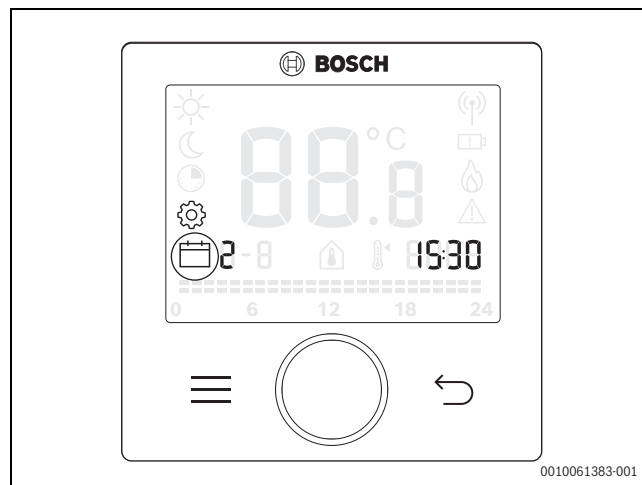

Рис. 104
- ▶ Продолжайте нажимать кнопку "menu" до тех пор, пока на дисплее не появится следующая индикация →рис. 104.